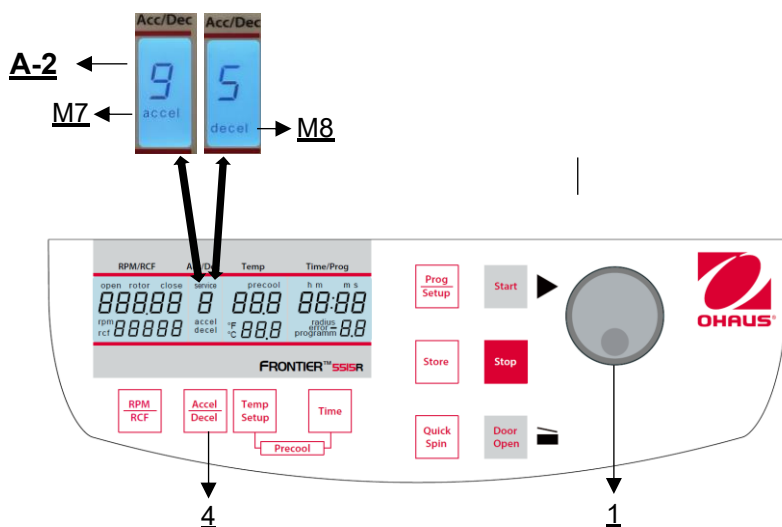

Figura 17
Questa funzione si attiva tramite il tasto **"Accel/Decel"** (4) (vedere Figura 17).